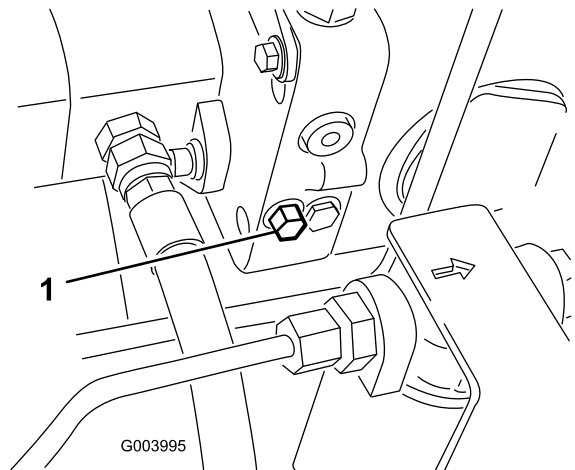

Figura 37
1. A válvula de derivação está localizada no lado esquerdo do hidrostato (Figura 37). Rode o parafuso 1-1/2 voltas para abrir para permitir a passagem do óleo internamente. Após este procedimento, torna-se possível deslocar lentamente a máquina sem danificar a transmissão.